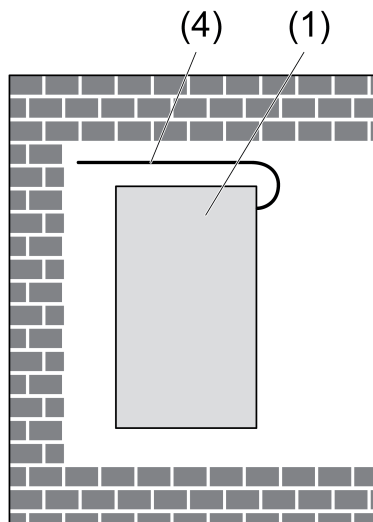

Figure 4
- i** Poser l'antenne en la déployant dans un champ dénué d'obstacle (figure 4).